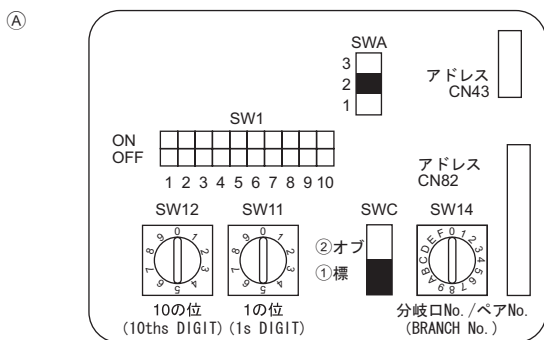

Fig. 6-4
6.5. Configuración de las direcciones (Fig. 6-4)
6.6. Determinación de la temperatura ambiente con el sensor incorporado en un mando a distancia (Fig. 6-4)